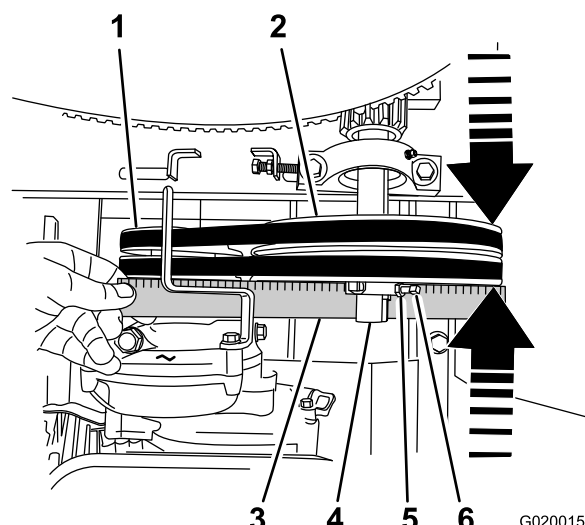

Figure 60
2. Placez une règle droite en travers de la face de la poulie de moteur et la poulie de tension (Figure 60).
- B. Desserrez les contre-écrous et les vis qui fixent la poulie de tension à l'arbre de renvoi (Figure 60).
- C. Avec une massette, tapez la poulie de tension vers l'avant ou l'arrière le long de l'arbre de renvoi jusqu'à ce que la poulie de moteur et la poulie de tension soient alignées sur la règle droite (Figure 60).
- D. Resserrez les contre-écrous et les vis qui fixent la poulie de tension à l'arbre de renvoi (Figure 60).